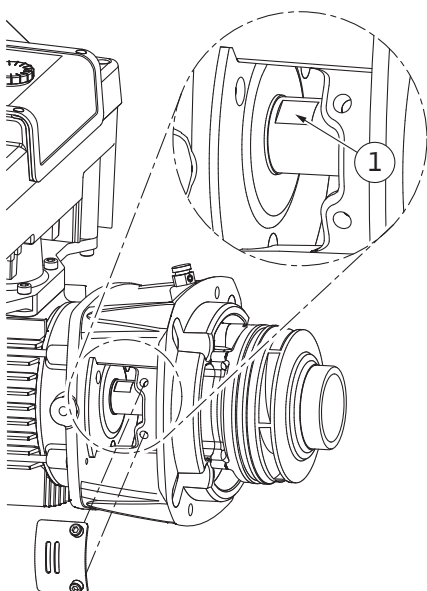

Fig. 106: Nøkkelflater på akselen
14. Før en skiftenøkkel (nøkkelbredde 22 mm) inn i lanternevinduet, og hold fast akselen med nøkkelflatene (Fig. 106, pos. 1). Skru ut skovlmutteren (Fig. I, pos. 22). Løpehjulet (Fig. I, pos. 21) trekkes automatisk av akselen.
15. Demonter distanseskiven (Fig. I, pos. 20).
3. Før en skiftenøkkel (nøkkelbredde 22 mm) inn i lanternevinduet, og hold fast akselen med nøkkelflatene (Fig. 106, pos. 1).
10. Før en skiftenøkkel (nøkkelbredde 32 mm) inn i lanternevinduet (Fig. IV, pos. 38), og hold fast akselen med nøkkelflatene (Fig. 106, pos. 1). Monter løpehjulet med underlagsskive(r) og mutter. Trekk til mutteren. Unngå skader på den mekaniske tetningen som følge av skjev påsetting.
11. Rengjør lanternesporet, og legg i den nye O-ringen (Fig. III, pos. 19).